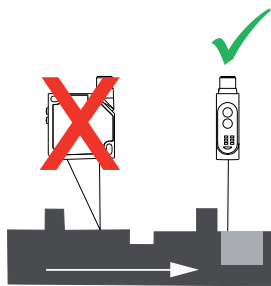

Abb. 5
- Die Bewegungsrichtung des Objekts sollte quer zur Frontscheibe des Sensors verlaufen (Abb. 5+6).